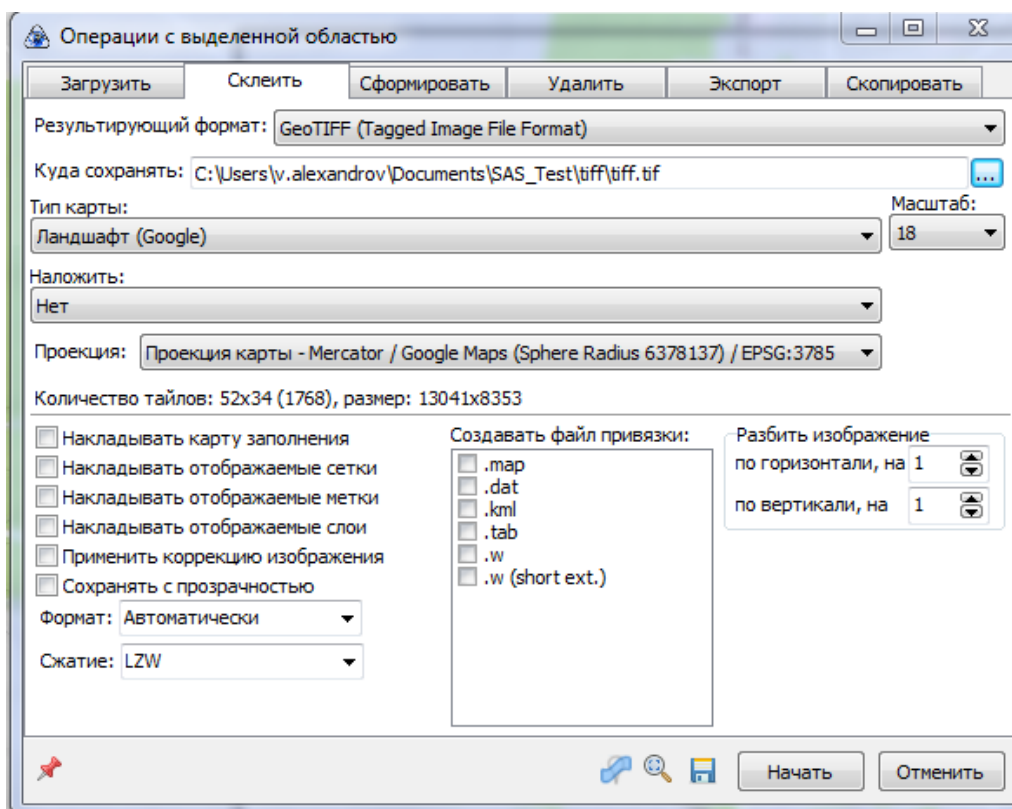

Рис. 25: Создание файла geotiff
3. Выберите интересующий источник данных. При необходимости разбейте изображение на нужное количество частей (рис. 25).